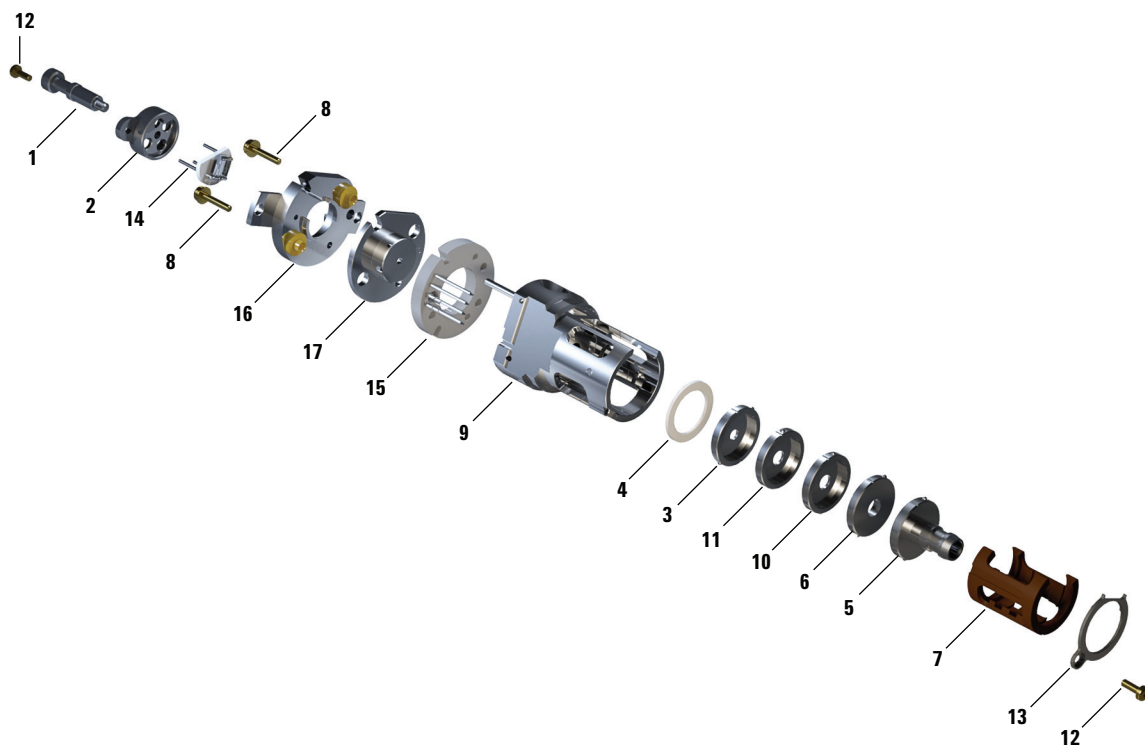

Figure 52. Montage de la source EI HES
Se reporter à la vue éclatée des pièces **Figure 52** et à la liste des pièces de la source EI HES **Tableau 18** page 179 en suivant cette procédure.
- 3 Insérer l'ensemble lentilles revêtu dans l'isolant de la source. (Voir **Figure 52** page 179.) Les numéros gravés font face à l'ouverture s'étendant vers l'extrémité de la source. Vérifier si la céramique est bien située à l'extrémité de la source.
Tableau 18 Liste des pièces de la source EI HES (Figure 52)
Tableau 18 Liste des pièces de la source EI HES (Figure 52) (suite)